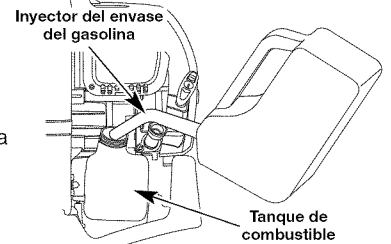

Fig. 11
- Coloque el pico del recipiente de gasolina en el orificio de llenado del tanque de gasolina (Fig. 11) y llene el tanque.